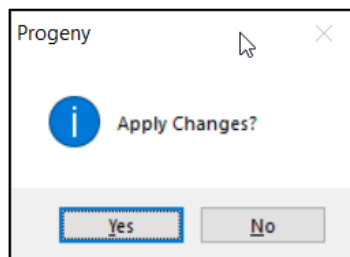

Figure 27. La fenêtre de confirmation des modifications apportées aux paramètres de configuration du dispositif.
- Si l'utilisateur effectue des modifications et clique ensuite sur « Fermer », une fenêtre contextuelle s'affiche pour lui demander de confirmer si les modifications doivent être appliquées. Sélectionner l'option souhaitée. Voir la figure 27 ci-dessous.